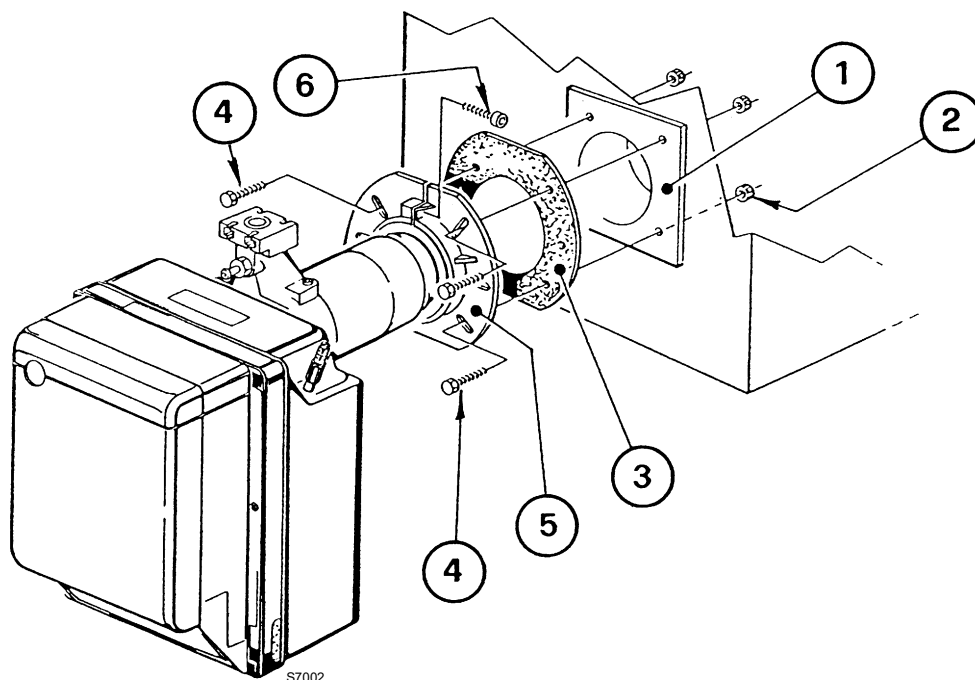

Fig. 12
- Fije la brida 5) en la puerta de caldera 1)(Fig. 12) interponiendo la junta aislante 3) con los cuatro tornillos 4) y (si es necesario) las tuercas 2) sin apretar uno de los dos tornillos superiores 4).